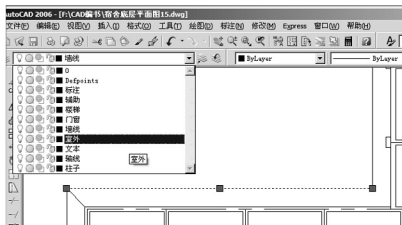

图 2.69 利用【图层】工具栏换图层
(2) 单击【图层控制】选项窗口旁边的与下拉按钮,在下拉列表中选择【室外】图层,则该图形被换到【室外】图层上,如图 2.69 所示。